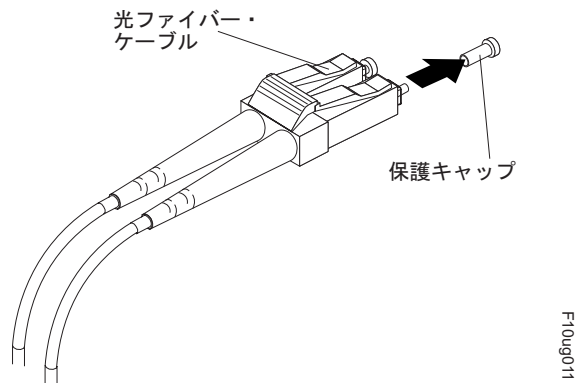

図 26. 光ファイバー・ケーブルの保護キャップの取り外し
2. 必要であれば、図 26 に示すように、SFP モジュールから保護キャップを取り外します。将来の利用に備えて、保護キャップを保存しておきます。
3. 図 26 に示すように、LC-LC ケーブルの一方の端から保護キャップ 2 個を取り外します。将来の利用のために、保護キャップを保存しておきます。